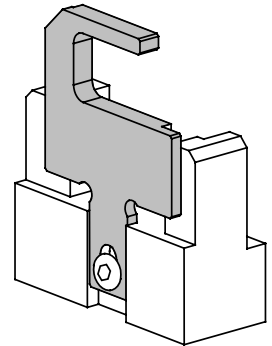

BILD 1 EINSTELLUNG DES AUSWERFERS
- 3.1.7) Überprüfen Sie die Einstellung des Auswerfers (09). Sollten Sie mit Kabelschuhen vom Typ ANE 7-M.... bis ANE 9 M.... arbeiten, muß er in die Position "vollkommen gehoben" gebracht werden (siehe Bild 1).